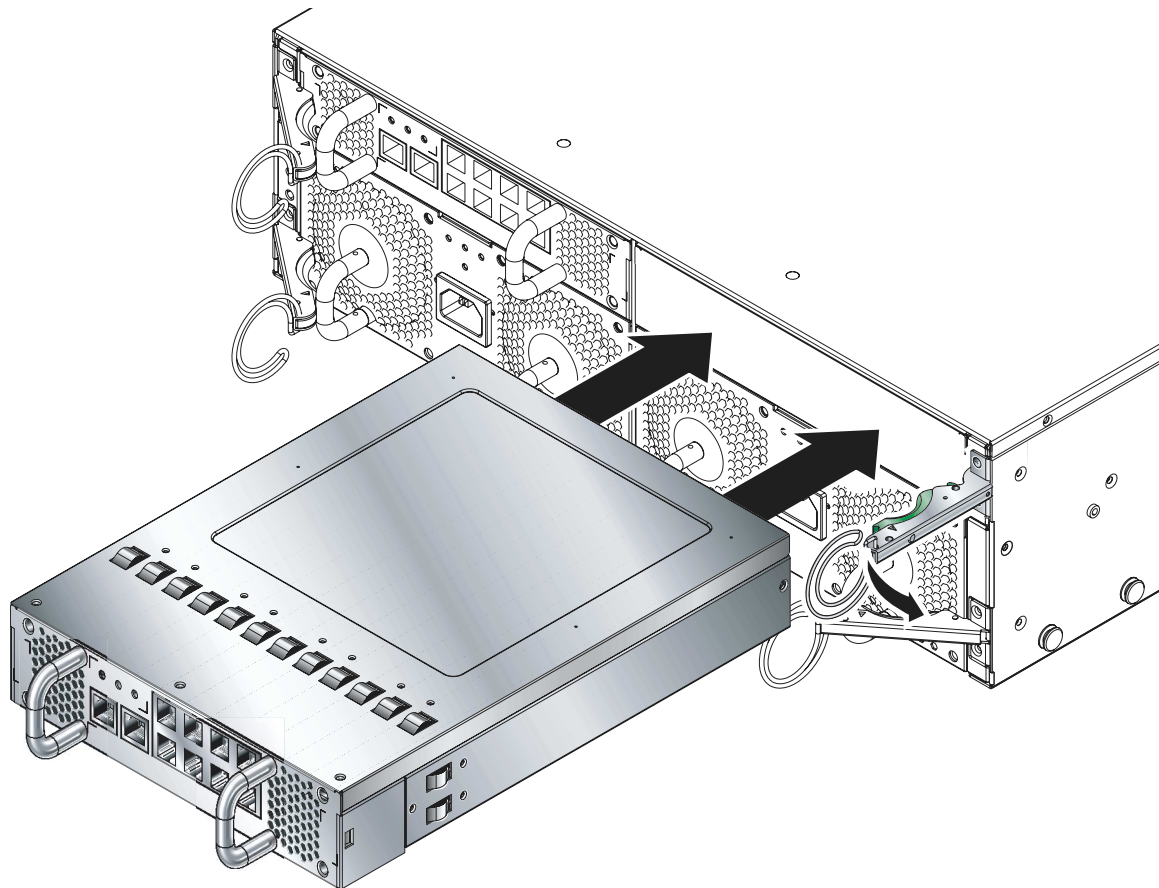

图 12-9 插入之前对准 SSC
2. 确保机箱弹出杆完全打开且不会堵住机箱的开口（图 12-9）。